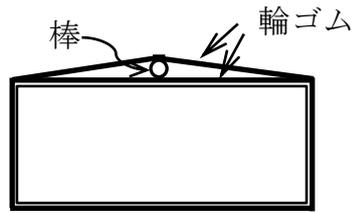
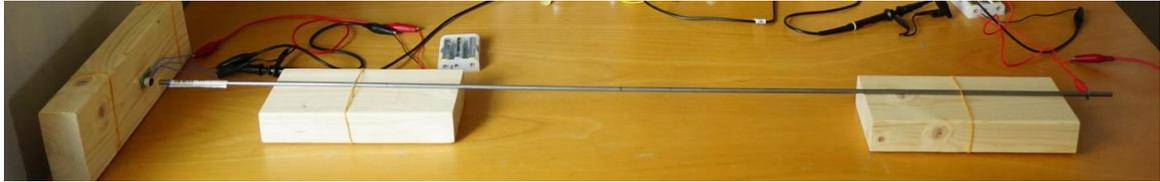

図 2-2 板 A に棒を輪ゴムで留める (断面図)
図 2-3 棒とマイクの設置
- ① 棒の長さを測り，記録する。
- ② 板A (38 mm×89 mm×180 mm) に輪ゴムをかけて，その上に棒を載せ，さらにその上を別の輪ゴムで止める (図2-2 参照)。2枚の板Aに固定した棒を，マイクから1 cm程度離して設置する (図2-3 参照)。